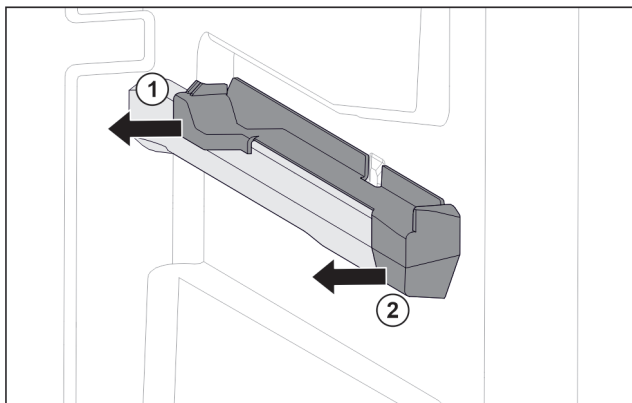

Fig. 30 Вставна частина на правому ребрі для резервуару
- ▶ Відсунути вставну частину назад вбік. Fig. 30 (1)
- ▶ Відсунути вставну частину вперед вбік. Fig. 30 (2)